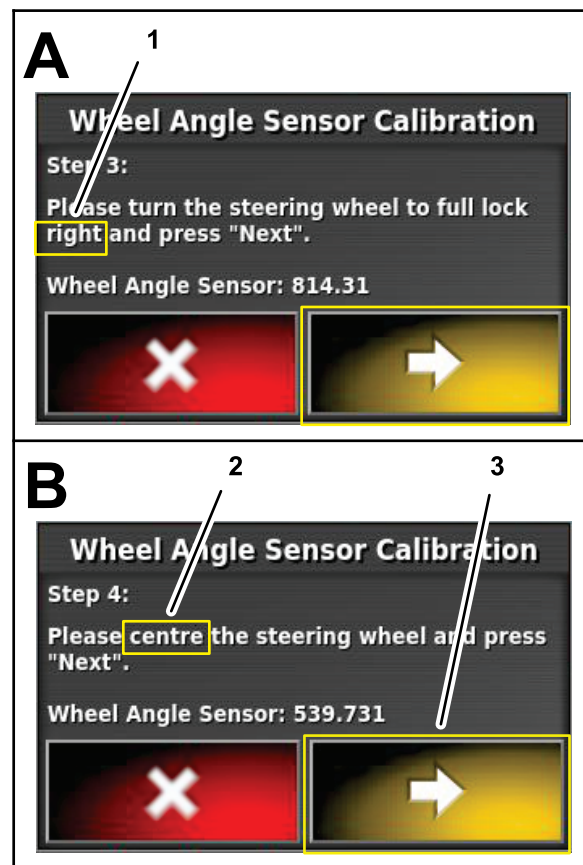

Figure 166
7. À l'étape 3, tournez le volant à fond à droite jusqu'à la butée, puis appuyez sur l'icône Étape suivante (Figure 166).
8. À l'étape 4, tournez le volant jusqu'à ce que les roues soient en position ligne droite, puis appuyez sur l'icône Étape suivante (Figure 166).